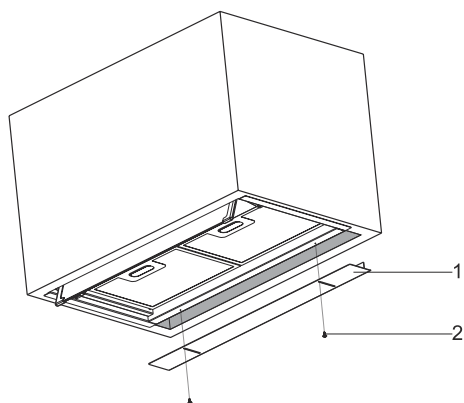

Fig. 13
4. ➔ 4ème est un espace entre la surface arrière de la hotte et le mur, attachez la plaque d'espacement fournie à la surface inférieure de la hotte pour combler l'espace.(Fig. 13).